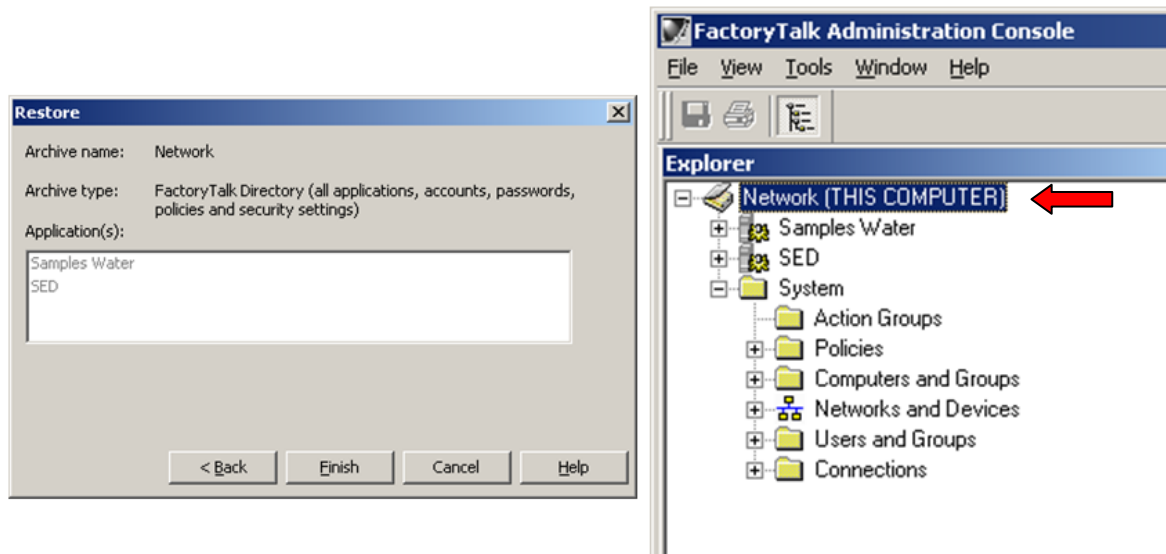

Figura 24. Restauración Backup de directorio FactoryTalk
- Una vez seleccionado el Backup Network.bak de click sobre el botón Open y en la ventana emergente haga click en "Finish" para iniciar la restauración. Ver Figura 24.